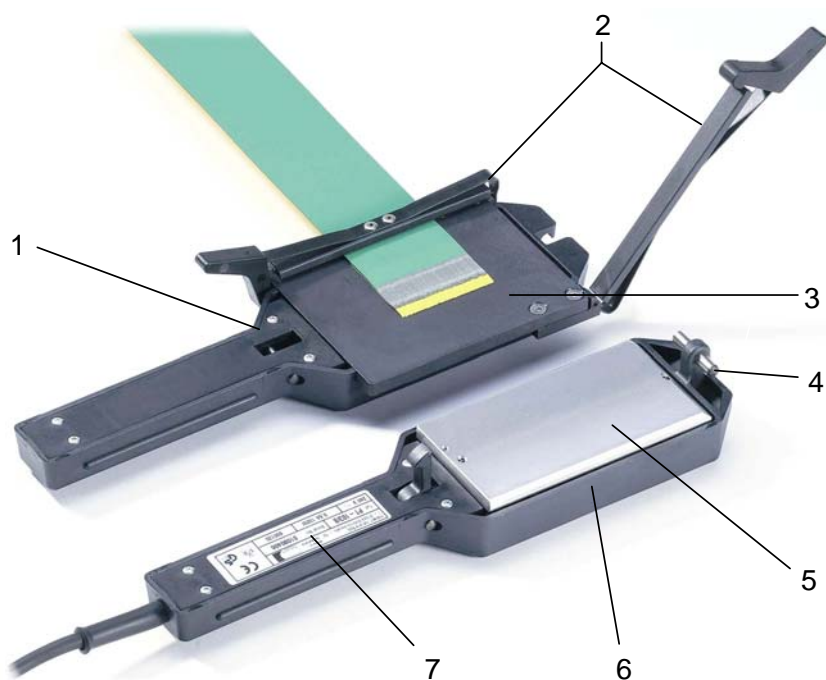

Ilustración 3
- Introducir uno de los extremos preparados de la banda/correa, centrándolo con precisión (con el lado biselado orientado hacia arriba) y asegurar en la posición debida con el muelle de fijación (2) (véase la ilustración 3).
- Superponer cuidadosamente el otro extremo de la banda/correa y asegurar con el otro muelle de fijación (2).
- Enganchar la parte superior de la prensa (6) en la parte inferior de la misma (1) por medio de la bisagra (4) y cerrar.
- Cerrar el dispositivo de prensado en caliente e insertar el enganche de bloqueo (9) presionando hacia abajo la empuñadura superior (10).